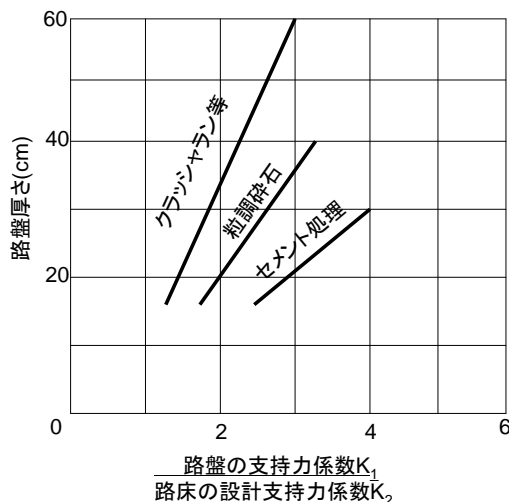

Figure 1
3. 路床の設計支持力係数が $40(MN/m^3)$ である。下層路盤をクラッシュラン路盤で 30cm 厚さにするとすれば、路盤面の支持力係数 $K_1 = 140(MN/m^3)$ とするためには、上層路盤を粒度調整碎石とした時の必要厚さは (ノ) (cm) である。また、セメント安定処理とした時は (ハ) (cm) である。(Figure 1 参照)。
4. (1) コンクリート版の幅 $B = 3.5(m)$ 、長さ $L = 10(m)$ 、厚さ $h = 0.3(m)$ および摩擦係数 $f = 1.0$ の場合に、 $\phi = 22(mm)$ の鉄筋を用いたタイバーの必要断面積 $A_s = \underline{(ヒ)}$ (m^2)、必要本数 $N = \underline{(フ)}$ (本)、最小長さ $r = \underline{(ヘ)}$ (m) である。なお、コンクリート版1枚に作用する摩擦力 $F = 0.024fBLh(MN)$ であり、鉄筋の許容応力度は $130(MN/m^2)$ 、付着許容応力度 $1.6(MN/m^2)$ である。